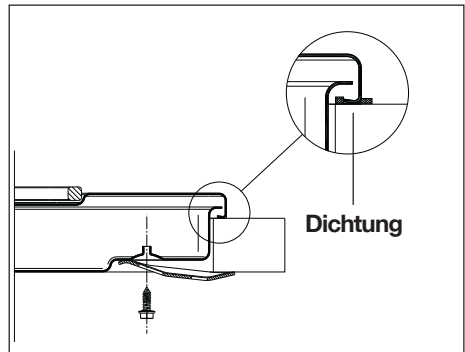

Abb. 13
- zuletzt die Kochmulde anhand der mitgelieferten Befestigungswinkel am Möbel befestigen (siehe Abb. 13).